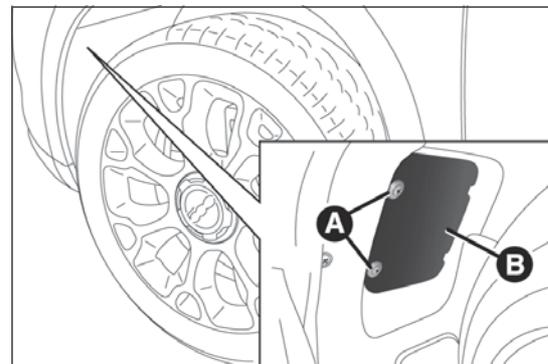

fig. 175
- aflojar los tornillos A fig. 175 y retirar la tapa B;